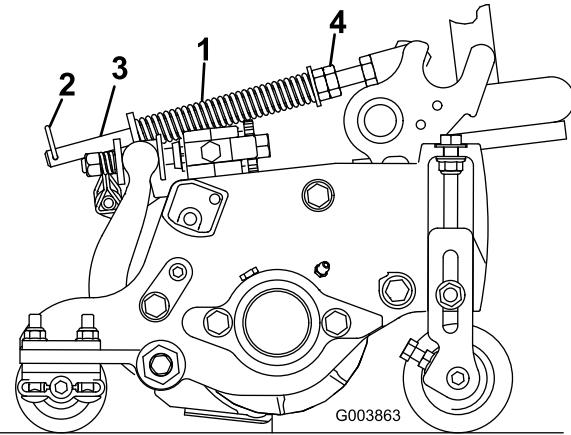

Bild 15
2. Ziehen Sie die Sechskantmuttern vorne an der Federstange an, bis die zusammengedrückte Länge der Feder am Reelmaster 5410 mit 12,5-cm-Schneideeinheiten 12,7 cm oder am Reelmaster 5510 und 5610 mit 17,8-cm-Schneideeinheiten 15,9 cm beträgt (Bild 15).
Die Rasenkompensierungsfeder (Bild 15) verlagert das Gewicht von der Front- zur Heckrolle. (Dies reduziert ein Bobbing genanntes Wellenmuster auf der Rasenfläche.)
1. Stellen Sie sicher, dass der Lastösenbolzen in das hintere Loch in der Federstange eingesetzt ist (Bild 15).